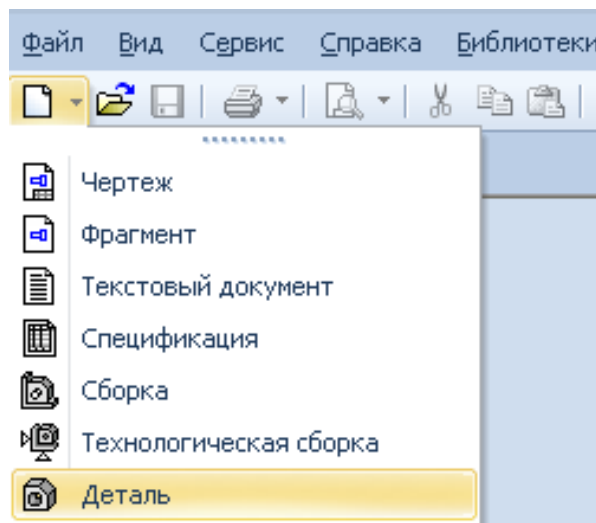

Рис. 3.3.2
1. Створити новий документ «Деталь» (рис. 3.3.2). Збережіть документ під ім'ям *Фланець* в папку, з *Вашим прізвищем*, яка знаходиться в папці, що має назву – *шифр Вашої групи*.